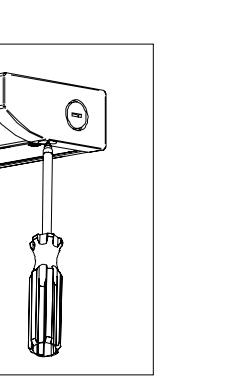

Figure 5
9. Drive fixture mounting screws securely. **See Fig 5.**
9. Atornille bien los TORNILLOS DE MONTAJE. **Ver Fig 5.** Los tornillos de montaje son apropiados para gabinetes con fondos de 3/8" o más gruesos. Use tornillos más cortos para gabinetes con fondos menores a 3/8".